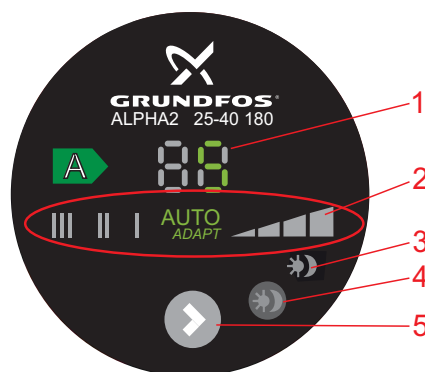

Fig. 7 GRUNDFOS ALPHA2 betjeningspanel
GRUNDFOS ALPHA2 har otte indstillingsmuligheder som vælges med knappen, se fig. 7, pos. 5.
Lys i ☞, se fig. 7, pos. 3, viser at automatisk natsænkning er aktiv.
Knappen, se fig. 7, pos. 4, aktiverer/deaktiverer automatisk natsænkning.
Lysfeltet ☞, se fig. 7, pos. 3, lyser når automatisk natsænkning er aktiv.
Ved hvert tryk på knappen, se fig. 7, pos. 5, skifter pumpeindstillingen.